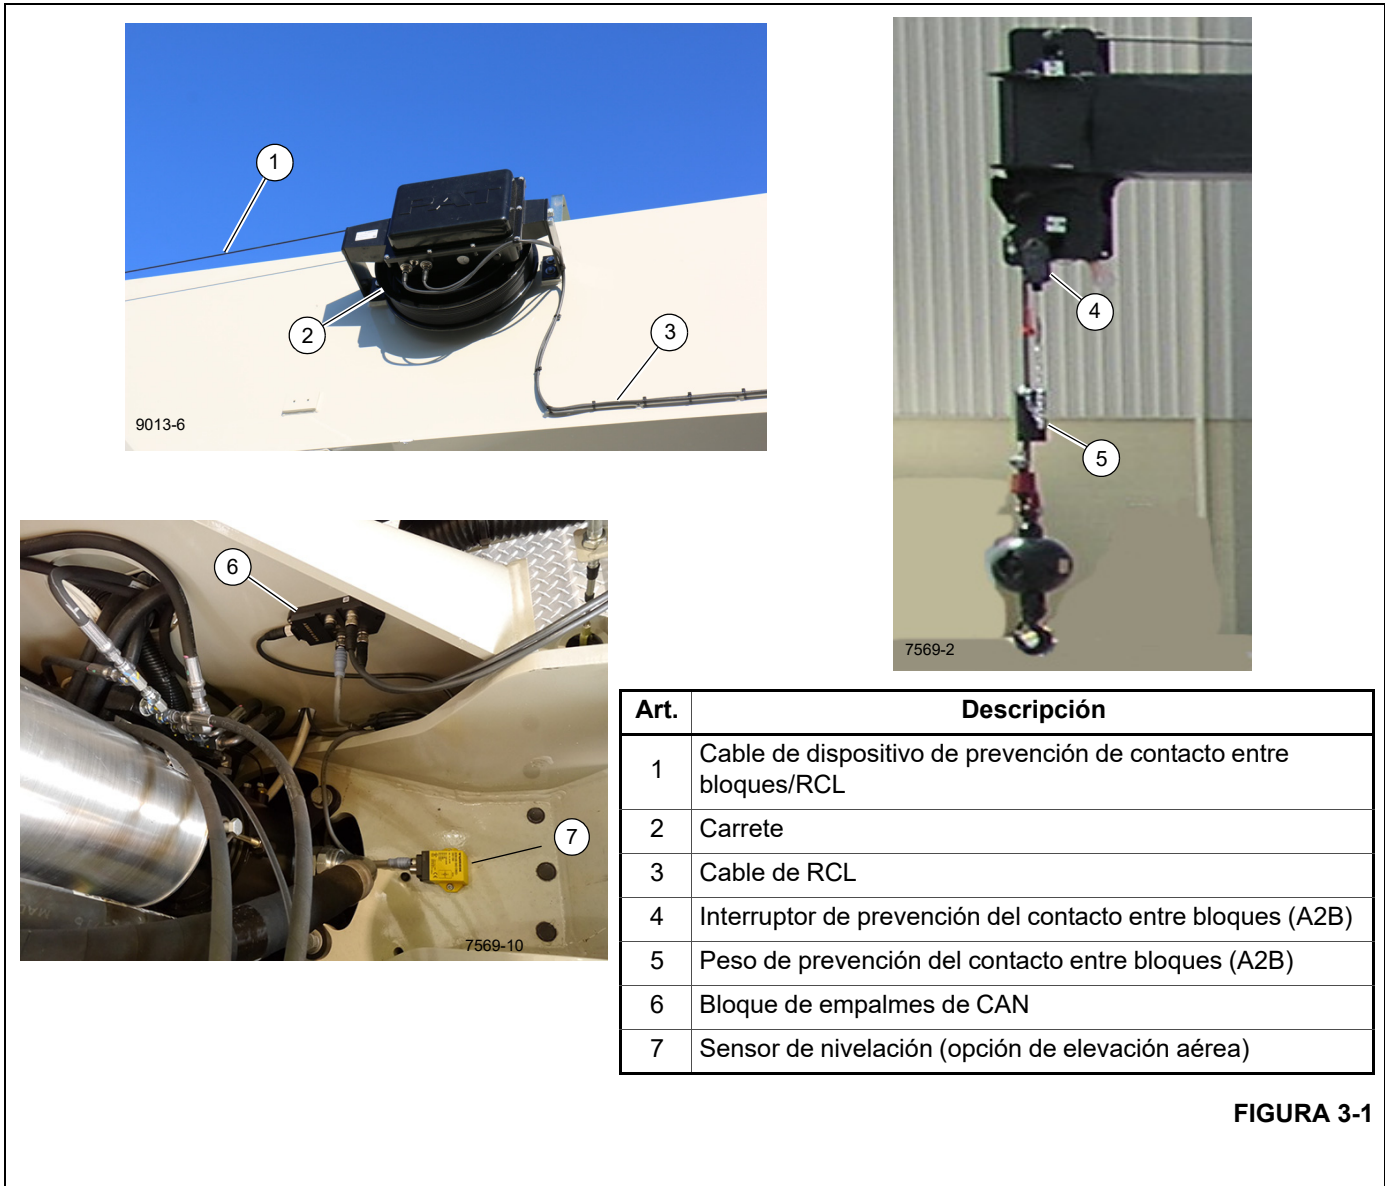

FIGURA 3-1
El cable de dispositivo de prevención de contacto entre bloques/RCL de la pluma (1, Figura 3-1) se extiende del carrete de prevención de contacto entre bloques (2) por la pluma y hasta el conjunto de interruptor de prevención de contacto entre bloques (4). El cable de conjunto de interruptor de dispositivo de prevención de contacto entre bloques se conecta al peso de prevención del contacto entre bloques (5).
El cable de RCL (3, Figura 3-1) se proyecta de la parte inferior del carrete (2) hasta el extremo de la pluma, luego se divide, con un cable (cable de CAN) hacia el bloque de empalmes de CAN. Un segundo cable se proyecta del carrete de RCL hasta el arnés de alambrado de la superestructura y transmite las señales del interruptor de pie de elevación aérea (si lo tiene).